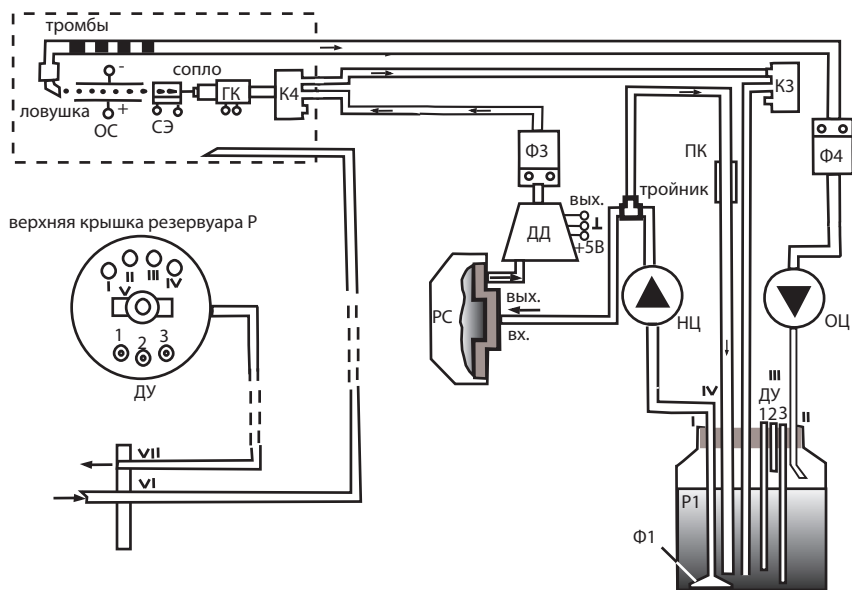
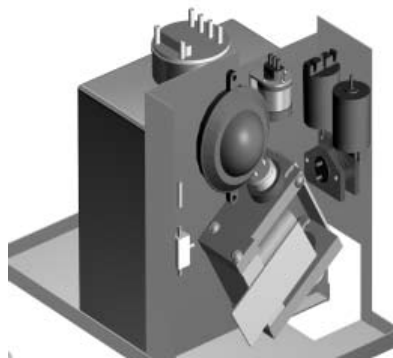

Рис. 5. Структурная схема гидросистемы без автодолива
Рис. 7. Схема расположения элементов гидросистемы без автодолива
Маркираторы, которые работают на водных чернилах (группа I), имеют обычную (примитивную) гидросистему. Структурная схема и схема расположения элементов вышеуказанных гидросистем представлены на рис. 5 и 6 и рис. 7 и 8 соответственно.
- *Ф* — фильтр. Вход фильтра — со стороны крепления (см. рис. 7 и 8);
На рис. 5 и 6 представлены и другие элементы, не входящие в гидросистему, но необходимые для электризации капель, их контроля и управления:
Кроме этого, из рис. 5 и 6 видно, что обе гидросистемы имеют одинаковые внешние контуры:
На рис. 5 представлена обычная схема гидросистемы маркираторов, где используются чернила, не требующие автоматического долива растворителя. На рис. 7 приведена схема расположения элементов такой гидросистемы.